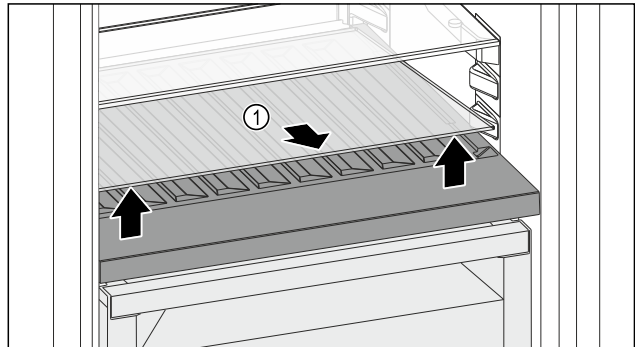

Fig. 118
- Glasplatte Fig. 118 (1) an der Aussparung vorne anheben und herausnehmen.
- Glasplatte Fig. 118 (1) außerhalb des Geräts sicher aufbewahren.